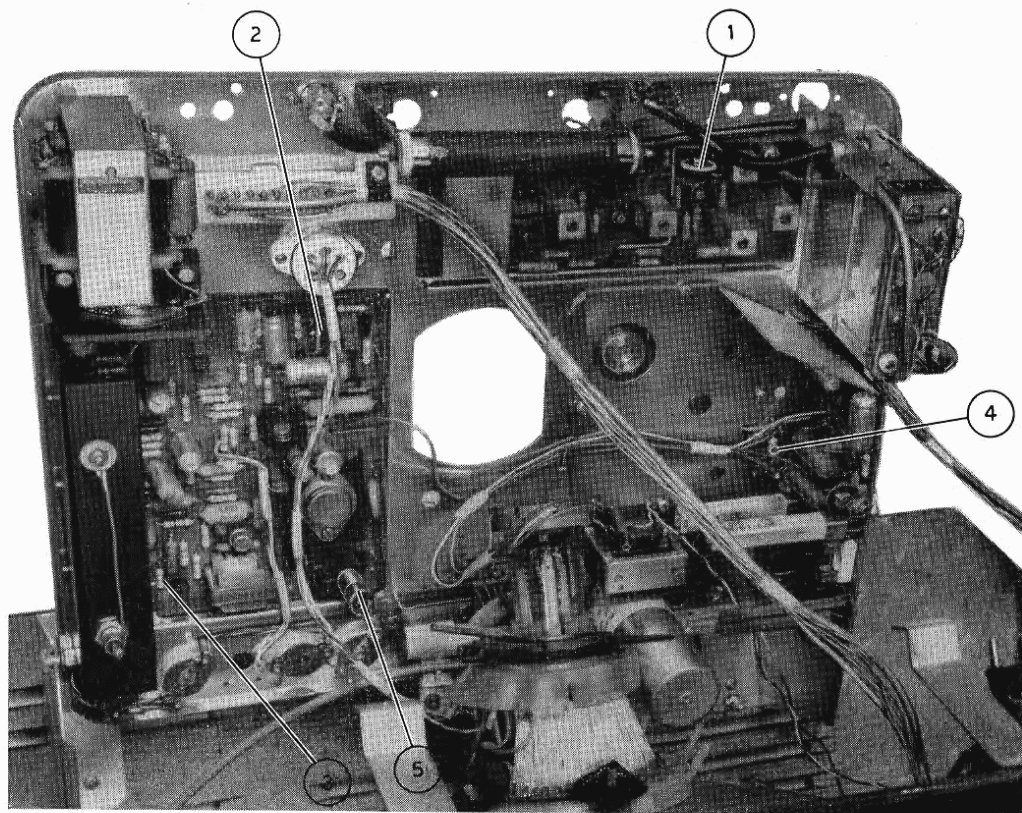

Fig. 8
- Portare in frequenza il quadro agendo sulla bobina dell'oscillatore a 15.625 Hz (bobina L 502 - fig. 8).
scopio RAI ed agire per la migliore focalizzazione dell'immagine sul potenziometro P 704 (fig. 8).